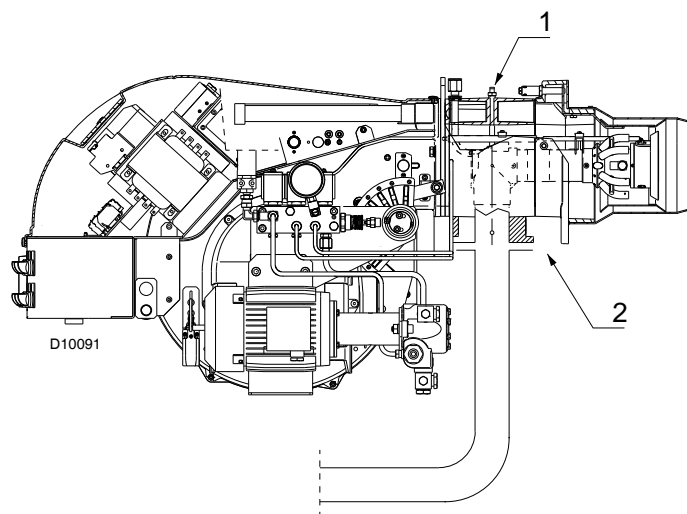

Fig. 27
La pression d'admission du gaz est mesurée à la prise 1) (Fig. 27) avec:
- soustraire la pression de la chambre de combustion de la pression du gaz mesurée à la prise 1)(Fig. 27);
- Pression du gaz à la prise 1)(Fig. 27) = 3,20 po CE